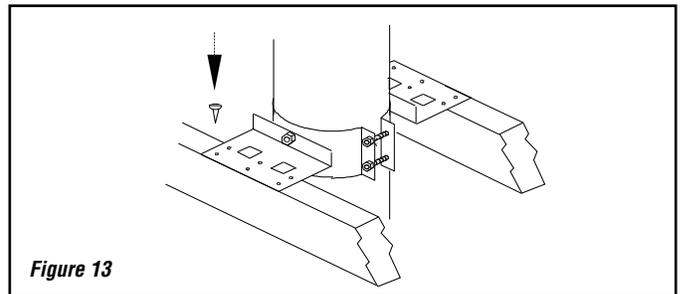

Figure 13
Avec la cheminée dépassant l'ouverture du toit, du plafond ou du plancher, procédez comme suit (voir figure 13):
**Étape 2.** Placez le support sur la cheminée jusqu'à ce que les plaques reposent sur le toit. Serrez le collet autour de la cheminée, puis fixez-le à l'aide de 4 vis à métal -1/2 po (fournies) vissées par les trous du collet dans la cheminée. (voir figure 13).
**Étape 3.** Centrez la cheminée et clouez ou vissez le support au toit ou au plancher au moyen de 8 clous de 2-1/2 po ou 8 vis à bois no. 8 de 1-1/4 de po. (voir figure 13).
Trois supports sont disponibles, un est ajustable avec collet (AWS), l'autre est nonajustable avec accouplement (WS). (voir **figure 13**).